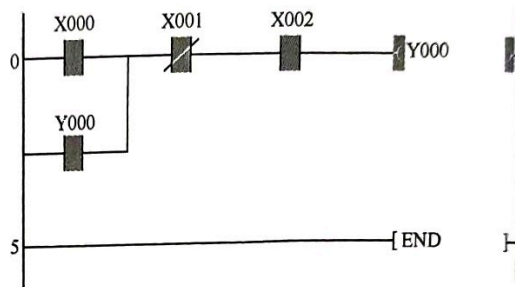

图 3-27 电动机自锁控制程序的监控运行画面
① 检查 PLC 的输出指示灯是否动作,若输出指示灯不亮,说明程序错误;若输出指示灯亮,说明故障在 PLC 的外围电路中。
② 检查 PLC 的输出回路,先确认输出回路有无电压,若有电压,查看熔断器是否熔断;若没有熔断,查看接触器的线圈是否断线。
③ 若接触器吸合而电动机不转,查看主电路中熔断器是否熔断;若没有熔断,查看三相电压是否正常;若电压正常,查看热继电器动作后是否复位,3 个热元件是否断路;若热继电器完好,查看电动机是否断路。
(7) 监控运行。在 GX 软件中单击下拉菜单“在线”→“监视”→“监视开始”就可以监控 PLC 的程序运行过程,如图 3-27 所示。其中,“蓝色”表明该触点闭合或该线圈通电;没有“蓝色”表明该触点断开或线圈失电。